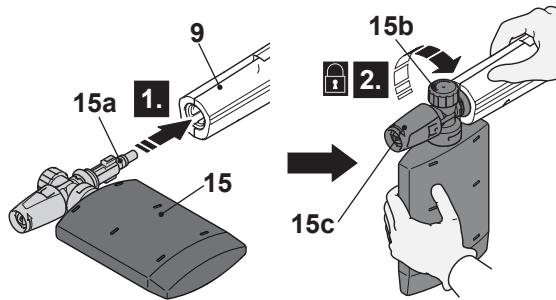

Fig. 14
2. Alinhe e insira as linguetas (15a) do tanque de sabão (15) com as ranhuras de a porta de conexão da pistola para pintura (9) (Fig. 14, passo 1).